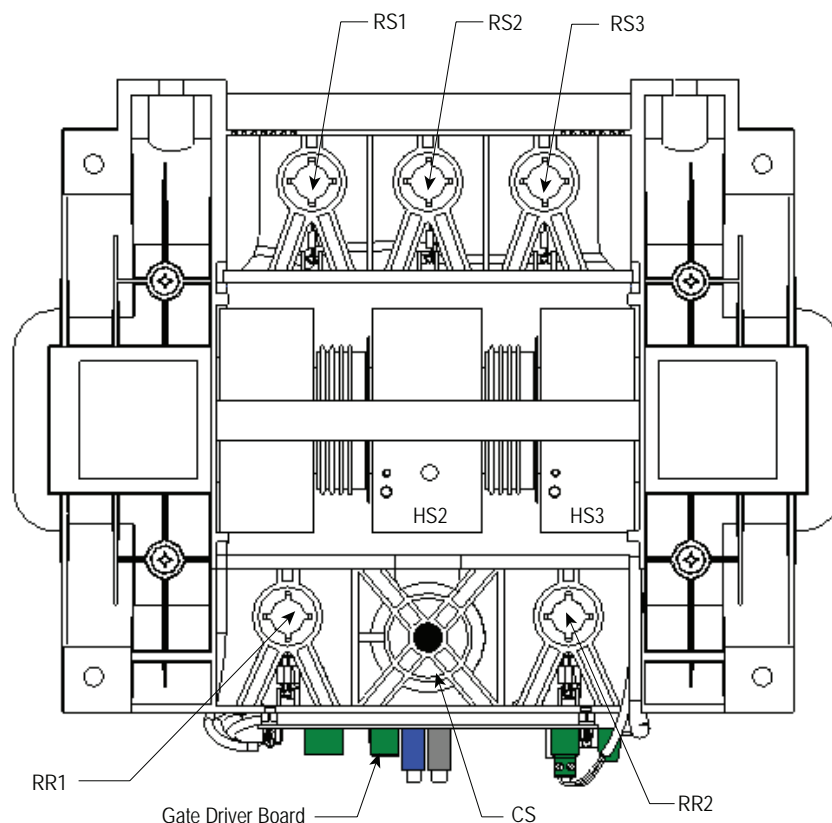

Рисунок 8.7 – Размещение компонентов PowerBrick – Вид сверху
7. См. рисунок 8.7 (Размещение компонентов PowerBrick – вид сверху). После удаления PowerBrick снимите провод «HS2» с верхней части центрального радиатора, чтобы изолировать тиристоры от сглаживающего фильтра и резисторов делителя. Отсоедините штекеры затворов тиристоров от плат управления затворами. Измерьте сопротивление постоянному току между центром и любым концом радиатора. Значение должно превышать 100 кОм. Если это так, и сопротивление затвор-катод составляет 4 – 40 Ом, тиристор не нужно заменять. Если сопротивление очень низкое (< 4 Ом), тиристор повреждён и требует замены. Обратите внимание на символы Match Band (диапазон) на передней стороне PowerBrick, затем см. в приложении С информацию о заменяемых компонентах.